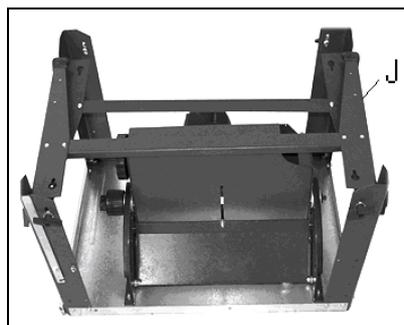

Рис. 2
- разложите четыре ножки (J, Рис. 2) и плотно затяните гайки.